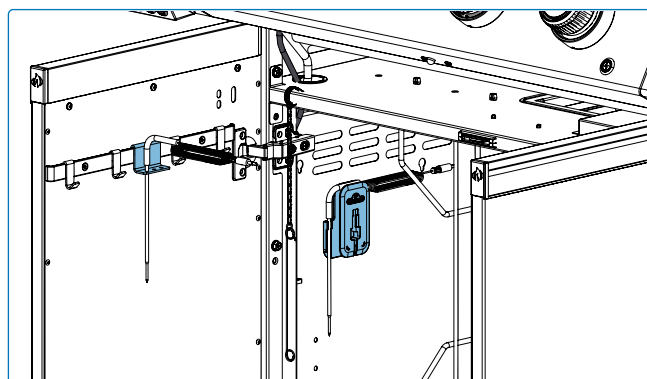

Fig. 10
- Guarde los componentes del asador en los clips designados dentro del armario del carrito y la varilla del asador en la parte posterior de la parrilla cuando no los utilice.. Esto los mantiene seguros, protegidos de la intemperie y fáciles de acceder para su próxima cocción. Siempre asegúrese de que las piezas estén limpias y secas antes de guardarlas para evitar la corrosión **(Fig. 10 & 11)**.